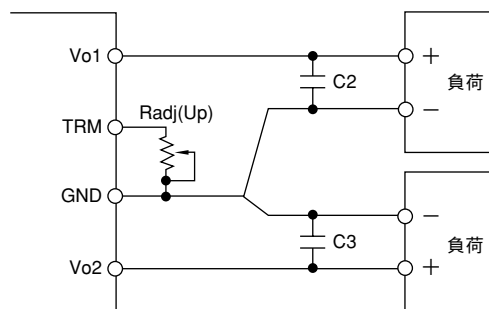

図3-4 可変抵抗接続 (トリムアップ)
- a) GND端子間に接続することにより高く設定することができます。図3-4参照